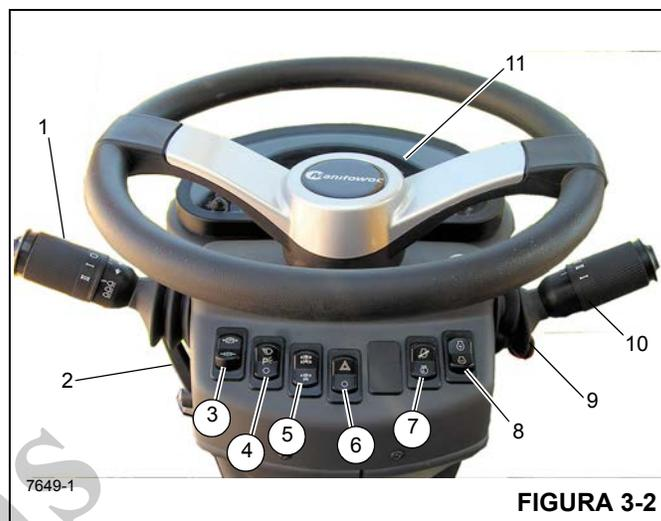

FIGURA 3-2
O conjunto da coluna de direção na Figura 3-2 é uma coluna de direção de pedestal inclinável e telescópica. Ele pode ser inclinado 30° para frente ou erguido verticalmente cerca de 2.5 pol. Ele inclui também a chave de ignição e o mostrador do indicador do barramento CAN (11) (Figura 3-2).
Números dos itens da Figura 3-2
A alavanca da sinaleira direcional e controles do limpador/lavador do para-brisa (1) (Figura 3-2) localizam-se no lado esquerdo da coluna de direção. Empurrar a alavanca da sinaleira direcional para baixo faz com a sinaleira direcional esquerda dianteira e a esquerda traseira pisquem. Empurrar a alavanca da sinaleira direcional para cima faz com a sinaleira direcional traseira direita e a dianteira direita pisquem.
A coluna de controle de direção pode ser girada aproximadamente 30° para a frente e elevada cerca de 2.5 polegadas. Gire a alavanca de ajuste da coluna de direção (2) (Figura 3-2) no sentido anti-horário para liberar a coluna de direção para os ajustes; gire a alavanca de ajuste da coluna de direção (2) (Figura 3-2) no sentido horário para travar a coluna de direção no lugar.
A chave de controle do freio de estacionamento (3) (Figura 3-2) localiza-se na frente da coluna de direção. Esta chave de duas posições (Liga/Desliga) é usada para acionar e liberar o freio de estacionamento no conjunto motor-transmissão. A luz indicadora do freio de estacionamento na coluna de direção acende quando a chave de pressão no sistema de liberação do freio for ativada e o freio for aplicado.
A chave dos faróis (4) (Figura 3-2) localiza-se na frente da coluna de direção. Este chave de três posições (Desliga/Estacionamento/Farol) controla a operação das luzes dos instrumentos, dos LEDs das chaves e das luzes do marcador na dianteira, traseira e na lateral do guindaste. Quando a chave estiver na posição Ligada, as luzes da coluna da direção e da chave acendem.
A chave seletora do eixo de tração (5) (Figura 3-2) localiza-se na frente da coluna de direção. Esta chave de duas posições é identificada como tração nas duas rodas (faixa alta) e tração nas quatro rodas (faixa baixa). A chave controla uma válvula solenoide (energizada pela tração em duas rodas) que opera a faixa de velocidade e os cilindros de desconexão do eixo da transmissão. Quando a chave é colocada na posição de tração nas quatro rodas, a luz indicadora do eixo de tração na coluna de direção acende.
A chave seletora das luzes de perigo (6) (Figura 3-2) localiza-se na frente da coluna de direção. A chave tem duas posições (ON/OFF - Ligada/Desligada) que fazem com que as quatro luzes da sinaleira direcional pisquem ao mesmo tempo quando a chave é posicionado em ON (Ligada). Quando a chave estiver na posição Ligada, as luzes indicadoras da sinaleira direcional na coluna de direção piscam.
A chave de diagnóstico/controle da rotação do motor (7) (Figura 3-2) é uma chave de duas posições fixas liga/desliga usada para acessar os códigos de falha do motor ou para ativar o controle de baixa rotação do motor e as funções de rotação do motor.
Função de diagnóstico — Com a chave de ignição na posição RUN (Funcionar) e o motor desligado, pressione a parte superior da chave de diagnóstico/controle da rotação do motor para visualizar os códigos de falha do motor no mostrador da coluna de direção. Se houver mais de um código de falha do motor ativo, use a chave de incremento/decremento (8) (Figura 3-2) para avançar e retroceder os códigos de falha. Se não houver códigos de falha do motor, o mostrador da coluna de direção indicará zeros.
Função da baixa rotação do motor — Com o motor funcionando e a parte superior da chave de diagnóstico/controle de rotação do motor pressionada, a baixa rotação do motor é ajustada por meio da chave de incremento/decremento (8) (Figura 3-2).
Função da rotação do motor — Com o motor funcionando e a parte inferior da chave de diagnóstico/controle de rotação do motor pressionada, a rotação do motor é ajustada por meio da chave de incremento/decremento (8) (Figura 3-2).
A chave de incremento/decremento (8) (Figura 3-2) é uma chave temporária de três posições em que a posição central fixa é a posição desligada. Use esta chave para avançar e retroceder os códigos de falha ativos ou ajustar a rotação do motor.
Função de diagnóstico — Com a chave de ignição na posição RUN (Funcionar), o motor desligado e a parte superior da chave de diagnóstico/controle da rotação do motor (7) (Figura 3-2) pressionada, pressione a parte superior ou inferior da chave de incremento/decremento para avançar ou retroceder os códigos de falha ativos indicados no mostra-
Função de rotação baixa do motor — Com o motor funcionando e a parte superior da chave de diagnóstico/controle da rotação do motor (7) (Figura 3-2) pressionada, pressione a parte superior ou inferior da chave de incremento/decremento para aumentar ou diminuir a baixa rotação do motor.
Função da rotação do motor — Com o motor funcionando e a parte inferior da chave de diagnóstico/controle de rotação do motor (7) (Figura 3-2) pressionada, a rotação do motor é ajustada por meio da chave de incremento/decremento. Pressione rapidamente a parte superior da chave uma vez para ir para rotação máxima; pressione rapidamente a parte inferior da chave para retornar à baixa rotação. Se a rotação do motor estiver abaixo do ajuste máximo da rotação, manter pressionada a parte superior da chave aumenta lentamente a rotação do motor; libere a chave depois de atingir a rotação desejada. Se a rotação do motor estiver acima do ajuste mínimo da rotação, manter pressionada a parte inferior da chave diminui lentamente a rotação do motor; libere a chave depois de atingir a rotação desejada.
A alavanca de câmbio (10) (Figura 3-2) localiza-se no lado direito da coluna de direção. A alavanca de controle aciona a válvula seletora da transmissão eletricamente. Posicionar a alavanca para cima aciona o avanço e posicionar a alavanca para baixo aciona a ré. Quando a alavanca está em neutro, ela permanece em um recorte. Para movimentar a alavanca para cima ou para baixo, puxe primeiro a alavanca para trás. Para mudar a transmissão para primeira, segunda ou terceira marcha, gire o botão para 1, 2 ou 3.